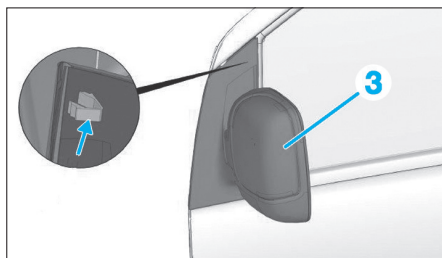

Fig. 60
- Dégrafer le rétroviseur extérieur (3) (Fig.60).